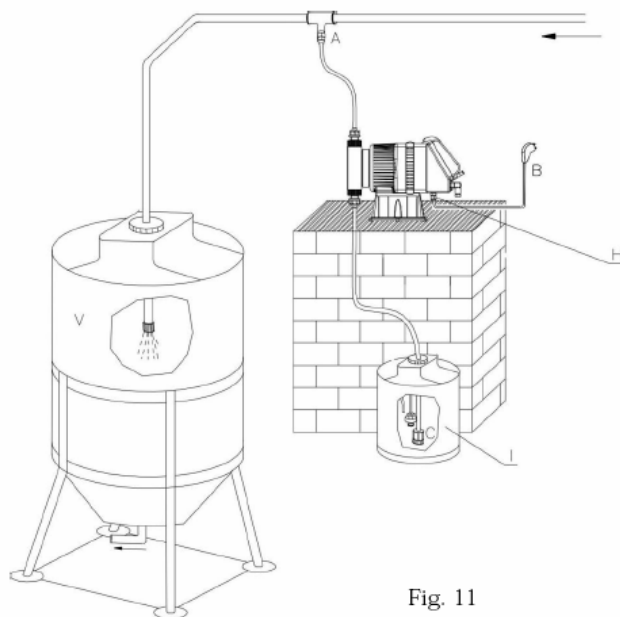

Fig. 11
7.2. Обычный вариант установки (Рис. 11)
Очень редко потери жидкости могут быть вызваны повреждением мембраны или ее прокладок, в случае чего их необходимо заменить, открутив 4 винта на передней части головки (Рис. 11). При сборе головки насоса убедитесь, что винты закручены плотно.